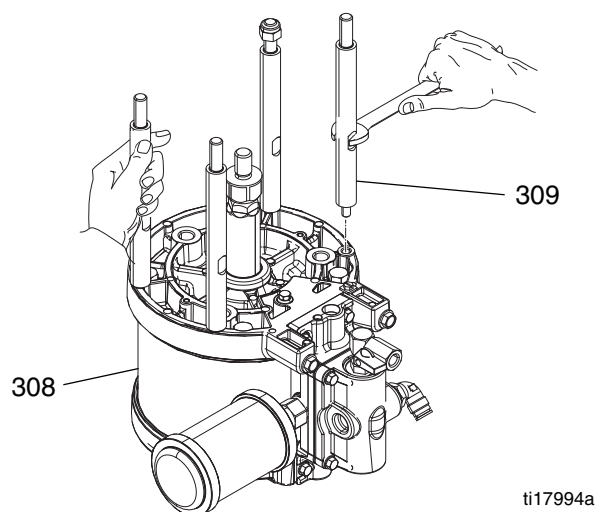

FIG. 3
2. Posez les tirants (309) sur la partie inférieure du moteur pneumatique (308). Voir FIG. 3.